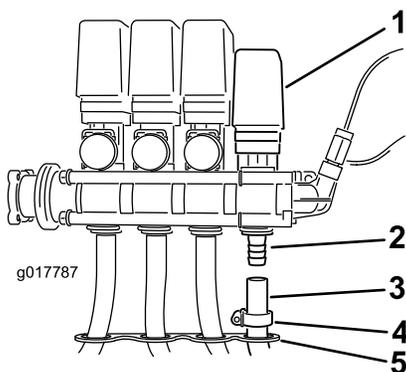

Figura 13
- Insira o tubo através do furo aberto na rede de tubos no suporte de montagem da válvula e até ao dentado aberto na válvula da bobina de tubagem (Figura 13).